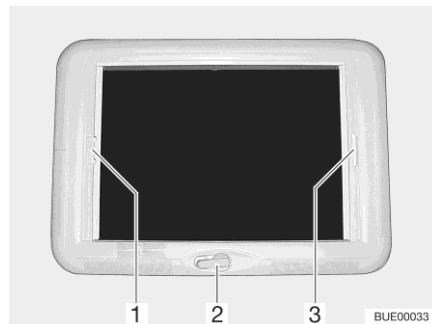

Fig. 50 Oblò a manovella
- Apertura:** ■ Ruotare la manovella (Fig. 50,2) fino a quando non si incontra resistenza.
- Tirare la tendina oscurante pieghevole per la maniglia (Fig. 50,3) fino alla posizione desiderata e rilasciare. La tendina oscurante pieghevole rimane in questa posizione.
- Tirare la zanzariera a rullo per la maniglia (Fig. 50,1) verso la maniglia contrapposta della tendina oscurante pieghevole (Fig. 50,3) e farla innestare.
- Premere la maniglia (Fig. 50,1) della zanzariera a rullo dietro, verso l'alto, e sganciare la zanzariera a rullo dalla tendina oscurante pieghevole (Fig. 50,3).